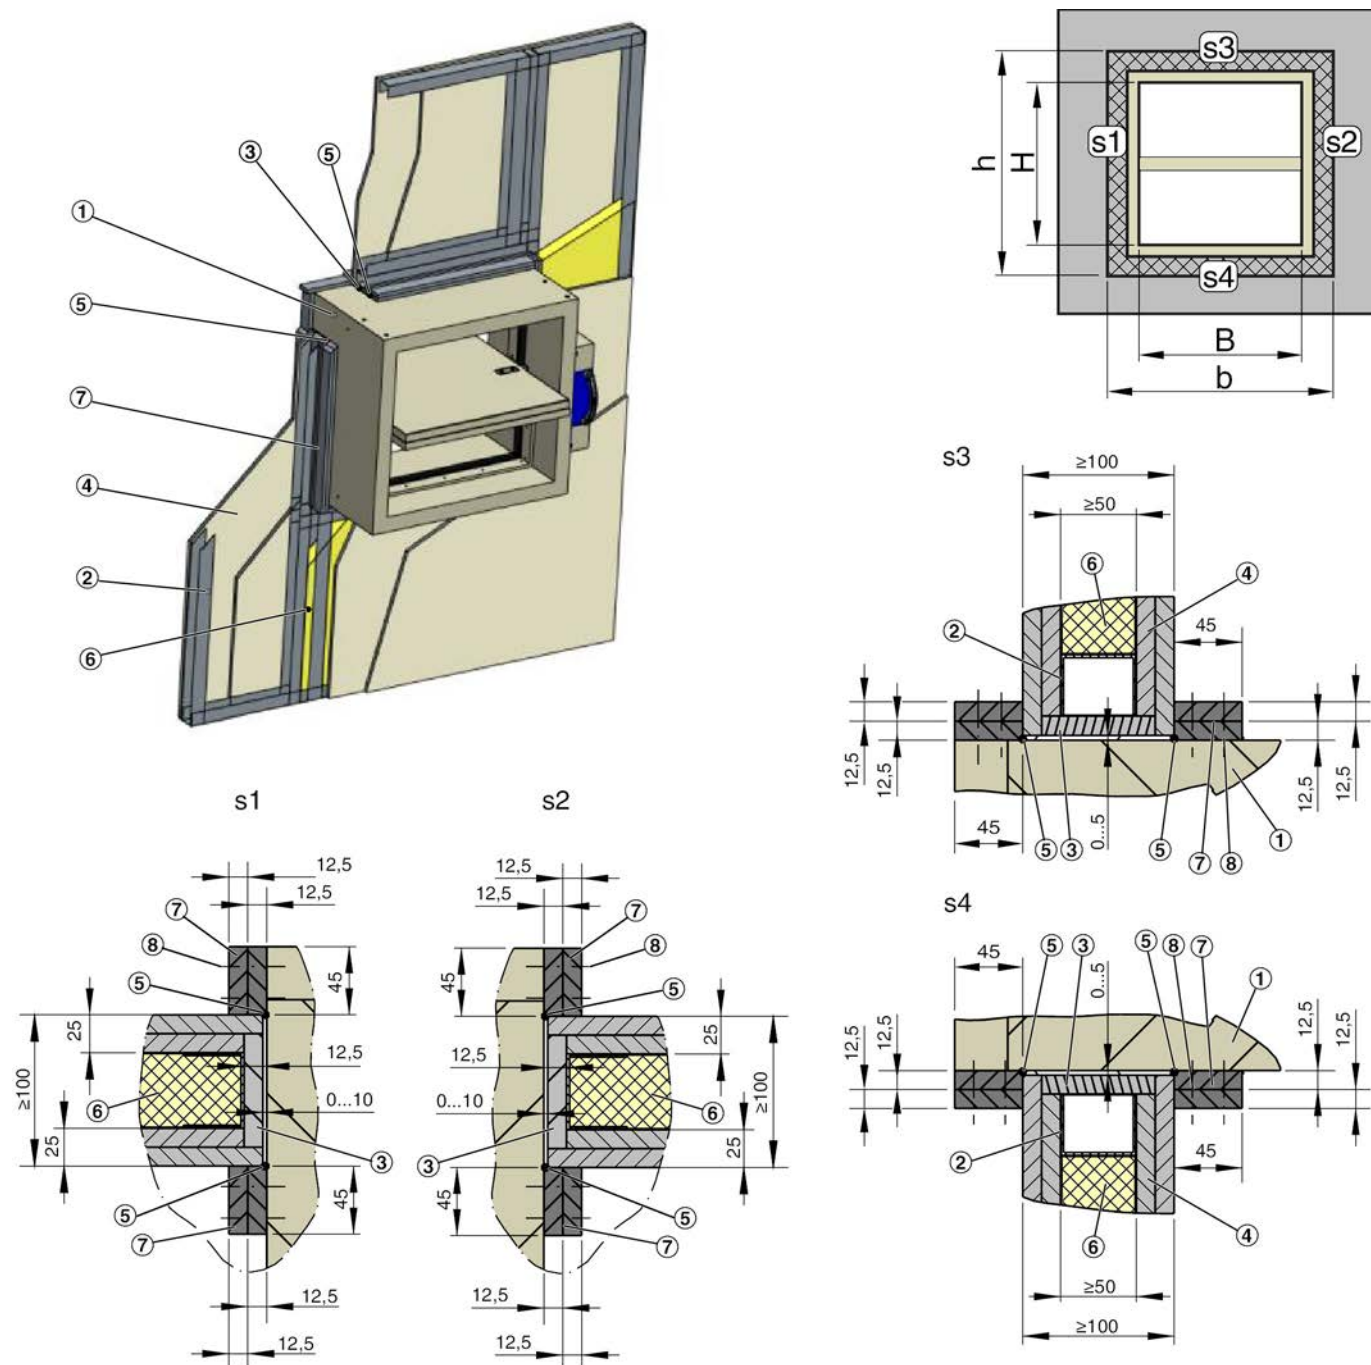

Fig. 16: Installazione senza muratura in parete divisoria leggera, variante di installazione b, indice di classificazione:  $V_{ew}$
1. ► Realizzare un'apertura per l'installazione, come illustrato in Fig. 16 :
1. ▶ Realizzare un'apertura per l'installazione, come illustrato in Fig. 16 :